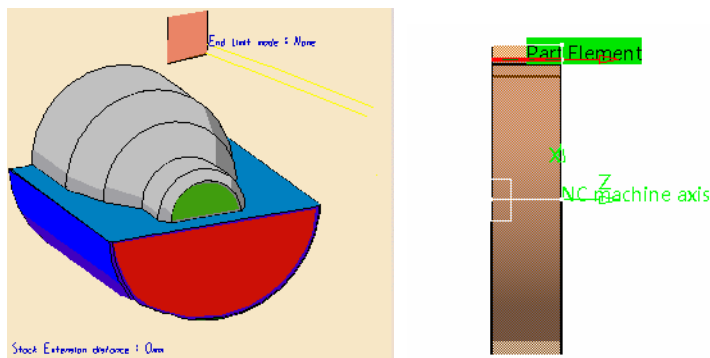

图 7-13 定义零件轮廓（1）
- 定义零件轮廓（1）。单击 “Rough Turning.1” 对话框中的，切换到几何参数选项卡，单击对话框中零件轮廓感应区，选择如图 7-13 所示的曲线作为零件轮廓，在空白处双击鼠标左键返回。